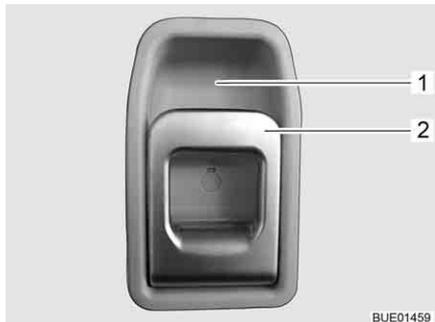

Fig. 46 Fechadura da porta de entrada, lado de dentro
- Abrir:* ■ Puxe o manípulo (Fig. 46,2). A fechadura da porta fica destrancada.
- Trancar:* ■ Empurre o manípulo (Fig. 46,2) em cima no sentido do invólucro do manípulo (Fig. 46,1).